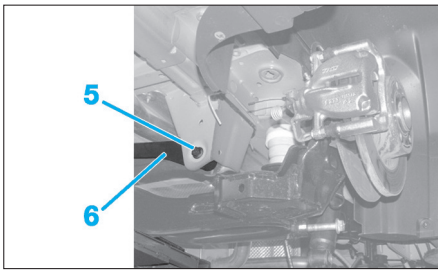

Fig. 32
- Déposer la vis (5) (Fig.32).